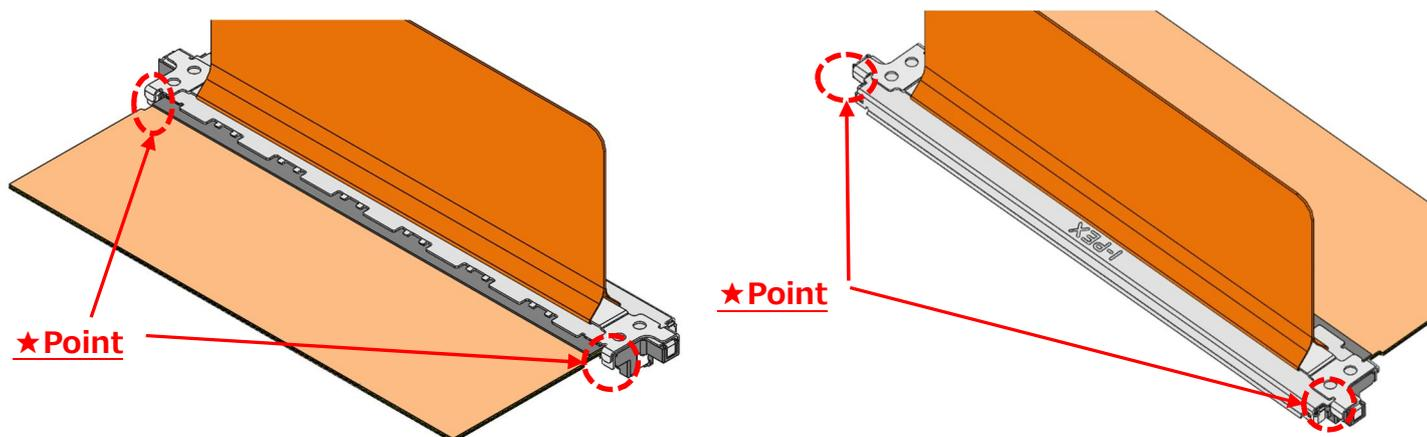

図.22 Pull Tape Holder 組付け確認位置
③ Pull tape holder が正常に組み立てられているか確認する。(図.22★部)